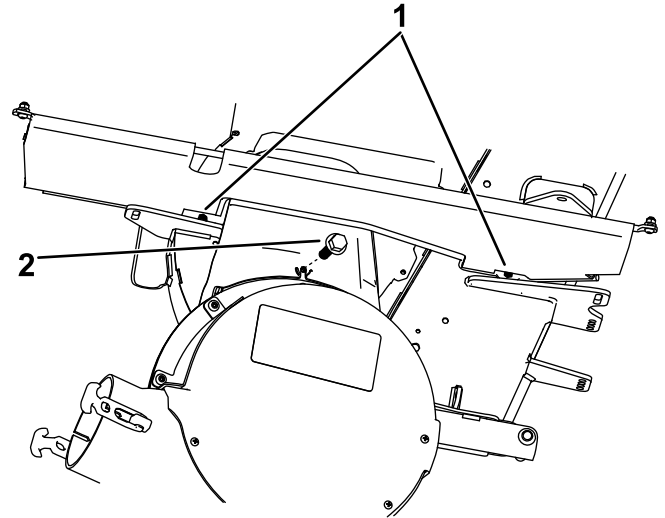

Figure 3
1. Montez la nouvelle tige de protection derrière le panneau de protection et fixez-la en place avec les 2 nouvelles vis à tête hexagonale à embase ( $\frac{1}{4}$ " x  $\frac{5}{8}$ " ) (Figure 3).